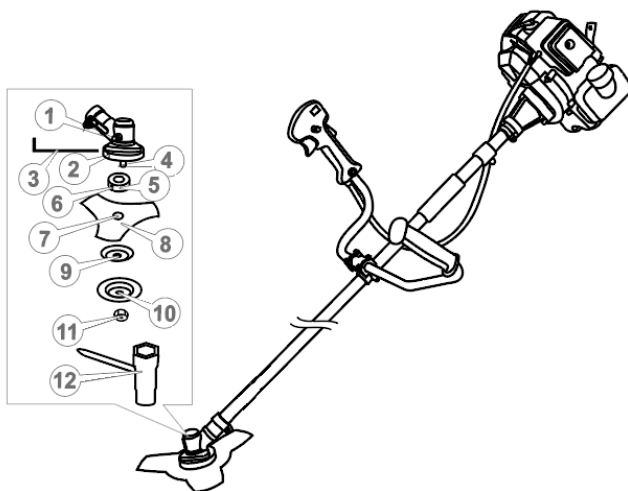
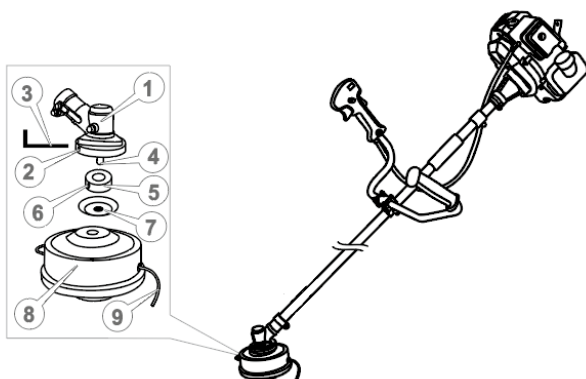

Рисунок 4. Схема встановлення різального ножа.
Рисунок 5. Схема встановлення різальної головки із жилкою.
- вставити шестигранний ключ (3, рис. 4) або викрутку в стопорний отвір (2, рис. 4) редуктора, фіксуючи таким чином вал від провертань;
- відкрутити за допомогою накидного ключа (12, рис. 4) верхню фіксуючу гайку лівої нарізки (11, рис. 4), зняти її, після чого зняти захисну кришку тарілчастої форми (10, рис. 4) та шайбу тарілчастої форми (9, рис. 4), залишаючи на шпинделі (4, рис. 4) приводну шайбу-перехідник (5, рис. 4);
- поверх приводної шайби вкласти різальний ніж (8, рис. 4) таким чином, щоб посадковий уступ приводної шайби (5, рис. 4) увійшов у посадковий отвір ножа (7, рис. 4);
- поверх ножа почергово встановити на шпindel редуктора шайбу тарілчасту (9, рис. 4), захисну кришку (10, рис. 4) і надійно закріпити гайкою лівої нарізки (11, рис. 4) за допомогою накидного ключа (12, рис. 4);
- витягнути ключ (3, рис. 4) із стопорного отвору (2, рис. 4) редуктора (1, рис. 4).
Фіксуюча гайка (11, рис. 4) має ліву нарізку.
- вставити шестигранний ключ (3, рис. 5) або викрутку в стопорний отвір (2, рис. 5) редуктора, фіксуючи таким способом вал від провертань;
- відкрити за допомогою накидного ключа (12, рис. 4) верхню фіксуючу гайку лівої нарізки (11, рис. 4), зняти її, після чого зняти захисну кришку (10, рис. 4), залишаючи на шпинделі (4, рис. 5) приводну шайбу (5, рис. 5) та шайбу тарілчастої форми (7, рис. 5);
- поверх шайби тарілчастої форми накрутити різальну головку із жилкою (8, 9, рис. 5);
- витягнути шестигранний ключ (3, рис. 5) або викрутку із стопорного отвору (2, рис. 5) редуктора (1, рис. 5).